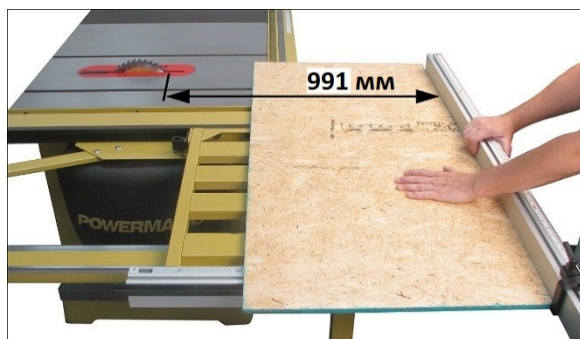

Рисунок 9-1
Если упор установлен в переднем положении, максимальная длина пропила составляет 991 мм. См. рисунок 9-1.
5. Крепко прижимайте заготовку к упору одной рукой и одновременно толкайте упор второй. См. рисунок 9-1.